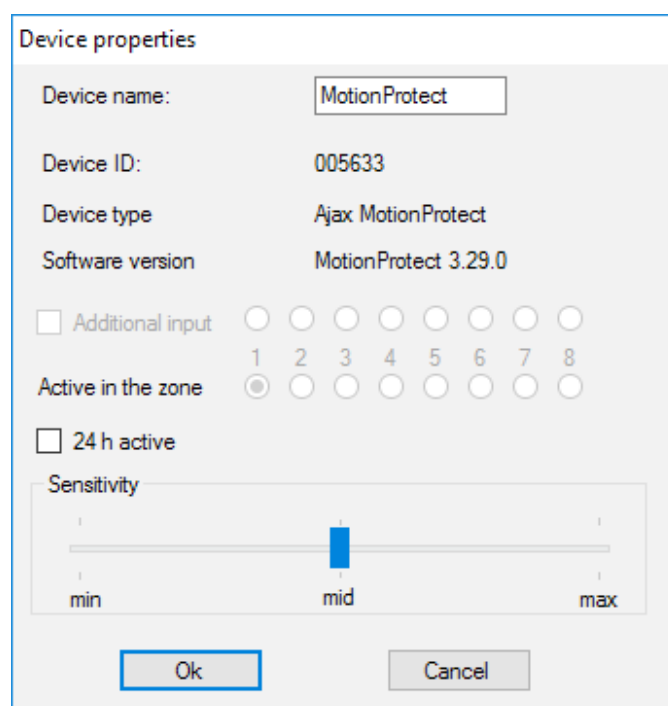

Imagen 5. El menú de propiedades del sensor permite registrar el sensor en la zona
3. Si el sensor se registró por error en una zona incorrecta, haga clic en el botón «**Propiedades**». Aparecerá la ventana de configuración que le permitirá seleccionar una nueva zona para el sensor (Imagen 5). El menú de propiedades del sensor también se puede abrir haciendo clic en el botón correspondiente frente al sensor en la lista general de sensores en el árbol «Dispositivos de radio».
propiedades (Imagen 5). Si un sensor (por ejemplo, un LeaksProtect) está diseñado para funcionar 24 h, active en las casillas de verificación «**Activo 24 h**». Los sensores de 24 h y los sensores normales no deben colocarse en la misma zona. Ajuste la sensibilidad del sensor si fuera necesario.